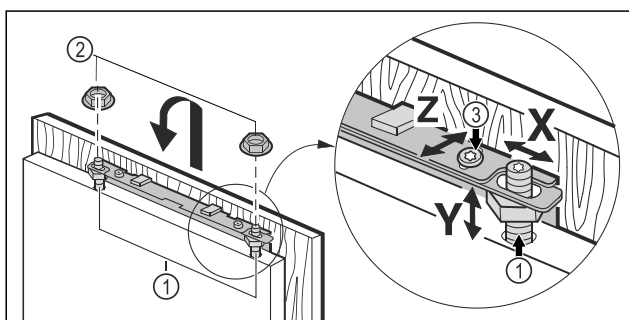

Fig. 45
- ▶ Навесьте мебельную дверь на регулировочные болты Fig. 45 (1) и накрутите контргайки Fig. 45 (2) на регулировочные болты, не затягивая.
- ▶ Выравнивание мебельной двери по высоте Y и боковому наклону: с помощью отвертки установите положение регулировочными болтами Fig. 45 (1).
- ▶ Затяните контргайки Fig. 45 (2).